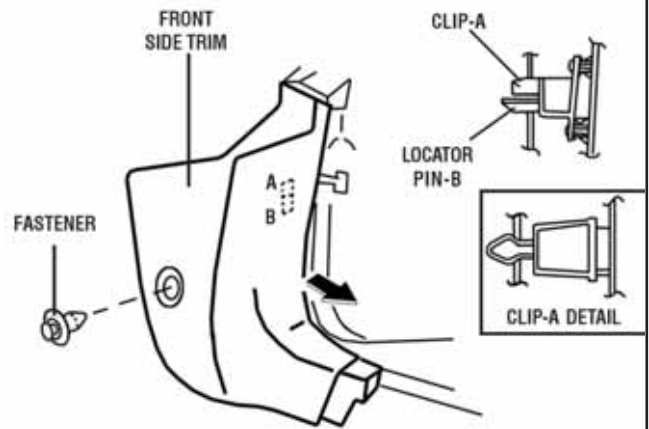

FIGURE 22
- 2.) PULL THE FRONT SIDE TRIM IN THE DIRECTION SHOWN BY THE ARROW, THEN DETACH CLIP A AND LOCATOR PIN B. (SEE FIGURE 22)
- 3.) REMOVE THE FRONT PASSENGER SIDE TRIM. (SEE FIGURE 22)